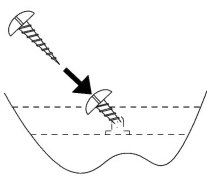

図 1
1. 本体の取付場所が決まりましたら、上部の木ネジ1本だけを仮締めしてください。(図1)